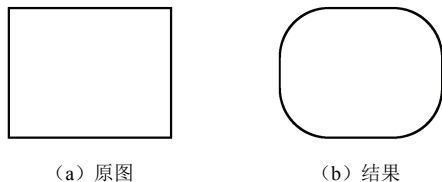

图 4-40 圆角示例二
(2) 参照图 4-40 (a), 首先用矩形命令绘制一个  $80 \times 70$  左右的矩形, 再将多段线以半径为 30 的倒圆角。
结果如图 4-40 (b) 所示。